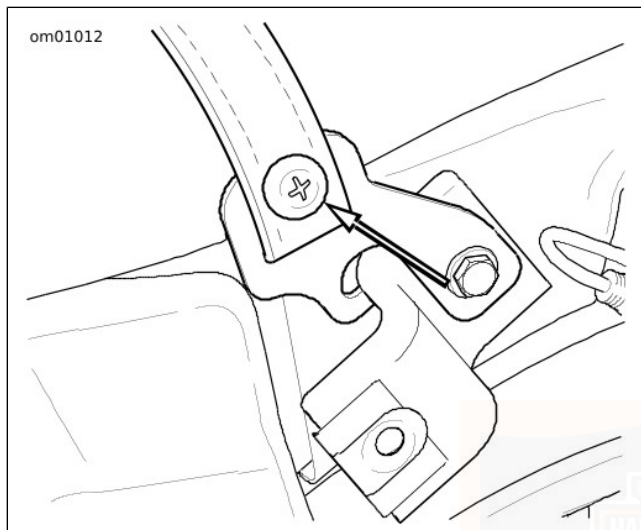

Abbildung 79. Schraube für die Sitzriemenhalterung (typisch)
3. Siehe Abbildung 79. Das Befestigungsteil aus der Sitzriemenhalterung entfernen.
7. Siehe Abbildung 79. Das Ende des Sitzhalteriemens im Schlitz der Halterung einbauen. Das Befestigungsteil für die Sitzriemenhalterung einbauen. Auf ein Drehmoment von 5,4–8,1 N·m (48–72 **in-lbs**) anziehen.